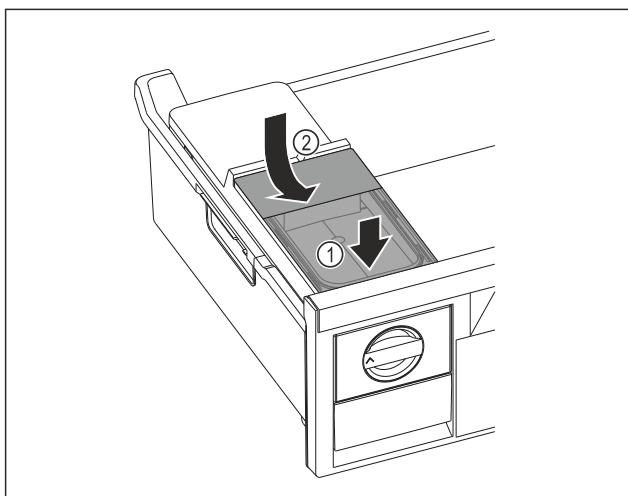

Fig. 130
- Zbiornik wody wsunąć od przodu. Fig. 130 (1)
- Zbiornik wody opuścić z tyłu. Fig. 130 (2)